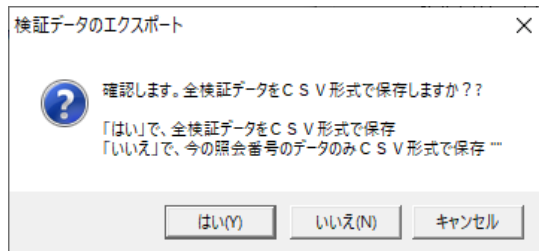

図41: [はい] または [いいえ] を選択
6. すべてのレコードを含めるかどうかを尋ねられたら、[はい] または [いいえ] を選択します（図41）。